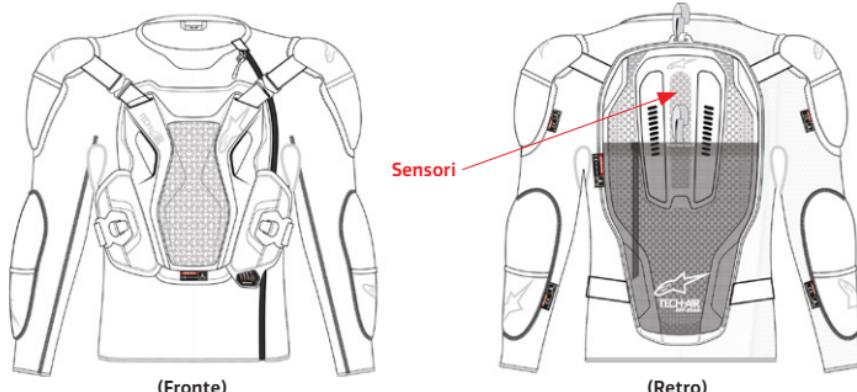

Figura 1 - Posizione del sensore
Il sistema consiste in un'unità di controllo dell'airbag (8) (con sensori incorporati) integrata in una serie di protezioni (Figura 1). Il gruppo di sensori dell'unità di controllo dell'airbag (8) è composto da 1 accelerometro triassiale e 1 giroscopio triassiale posizionati all'interno della protezione per la schiena (11). Questi sensori monitorano il corpo dell'utente alla ricerca di urti o movimenti inaspettati. Nel caso in cui il corpo dell'utente sia soggetto a una quantità elevata e/o improvvisa di energia, il sistema si attiva. Ciò può accadere quando la motocicletta è coinvolta in un incidente, ad esempio quando la motocicletta si scontra con un altro veicolo o con un oggetto, quando il pilota perde il controllo o quando cade dalla motocicletta.